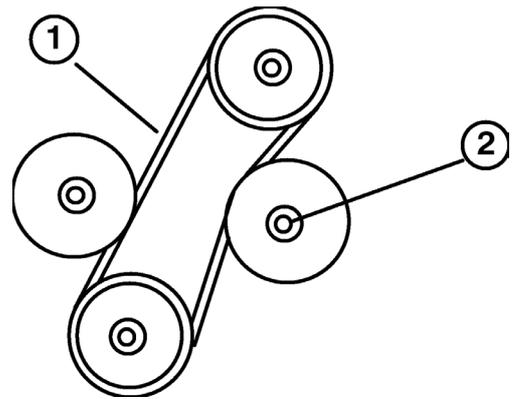

Bild 35
- Die Riemendurchbiegung in der Mitte zwischen den Riemenscheiben bei 22 Nm sollte 6 mm betragen (Bild 35). Wenn das nicht der Fall ist, gehen Sie zu Schritt 4. Andernfalls fahren Sie mit Schritt 5 fort.
- Lösen Sie die Sicherungsmutter, mit welcher die verstellbare Spannscheibe befestigt ist, bewegen Sie die Scheibe vom Antriebsriemen weg und nehmen Sie den Antriebsriemen von den Scheiben ab (Bild 35).
- Bringen Sie den neuen Riemen an und stellen Sie die Spannung ein. Bewegen Sie die Spannscheibe in Richtung des Antriebsriemens, bis sich der Riemen bei einer Belastung von 22 Nm in der Mitte zwischen der oberen Scheibe und der stationären Spannscheibe 6 mm Durchbiegung aufweist. Ziehen Sie die Sicherungsmutter der Spannscheibe an, damit die Einstellungen beibehalten werden (Bild 35).